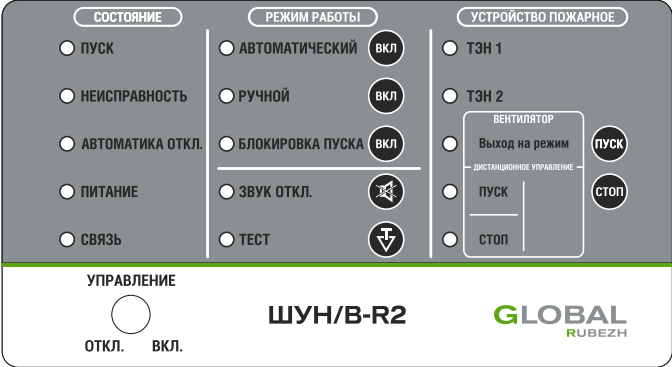

Рисунок 4 – Панель управления ШУ
1.5.12 На лицевой стороне ШУ расположены индикаторы и органы управления с защитой от несанкционированного доступа. Все индикаторы и органы управления разделены на три группы СОСТОЯНИЕ, РЕЖИМ РАБОТЫ и УСТРОЙСТВО ПОЖАРНОЕ (рисунок 4).
1.5.17 ШУ переводится в режим «Автоматический» нажатием кнопки ВКЛ. рядом с наименованием индикатора АВТОМАТИЧЕСКИЙ в поле РЕЖИМ РАБОТЫ панели управления (рисунок 4). Нажатие кнопки подтверждается кратковременным звуковым сигналом и включением индикатора АВТОМАТИЧЕСКИЙ. При этом индикатор РУЧНОЙ или БЛОКИРОВКА ПУСКА гаснет.
1.5.18 ШУ переводится в режим «Ручной» нажатием кнопки ВКЛ. рядом с наименованием индикатора РУЧНОЙ в поле РЕЖИМ РАБОТЫ панели управления (рисунок 4). Нажатие кнопки подтверждается кратковременным звуковым сигналом и включением индикатора РУЧНОЙ. При этом индикаторы АВТОМАТИЧЕСКИЙ или БЛОКИРОВКА ПУСКА гаснут, и загорается индикатор АВТОМАТИКА ОТКЛ. ШУН/В в режиме «Ручной» позволяет осуществлять управление работой электродвигателя вентилятора с помощью кнопок ПУСК и СТОП панели управления или ПУСК и СТОП дистанционного управления, а также от органов управления ППКПУ.
1.5.19 ШУ переводится в режим «Блокировка пуска» нажатием кнопки ВКЛ. рядом с наименованием индикатора БЛОКИРОВКА ПУСКА в поле РЕЖИМ РАБОТЫ панели управления (рисунок 4). Нажатие кнопки подтверждается кратковременным звуковым сигналом и включением индикатора БЛОКИРОВКА ПУСКА. При этом индикаторы РУЧНОЙ или АВТОМАТИЧЕСКИЙ гаснут и загорается индикатор АВТОМАТИКА ОТКЛ.